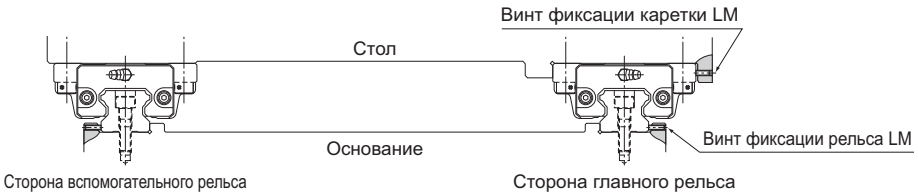

Рис.5 Если на станке имеется ударная нагрузка
(1) Осторожно поместите стол на каретки LM и временно закрепите его установочными болтами.
(2) Прижмите каретки LM со стороны главного рельса к боковой базовой поверхности стола при помощи фиксирующих болтов и установите стол на место. (См. Рис.5 на с.В1-91.)
(3) Полностью затяните установочные болты на главной и вспомогательной стороне. На этом установка завершена.